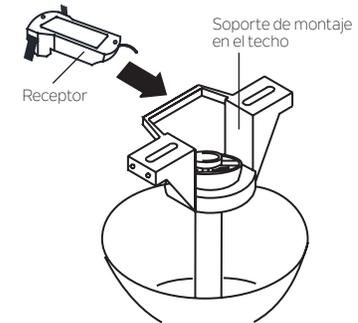

Figura 12
Paso 1. Inserte el receptor en el soporte de montaje del techo con el lado plano del receptor orientado hacia el techo. **(Figura 12)** Para lograr un mejor rendimiento, asegúrese de que el cable negro de la antena (en el extremo del receptor), permanezca extendido y no se enrede con ninguno de los cables eléctricos.